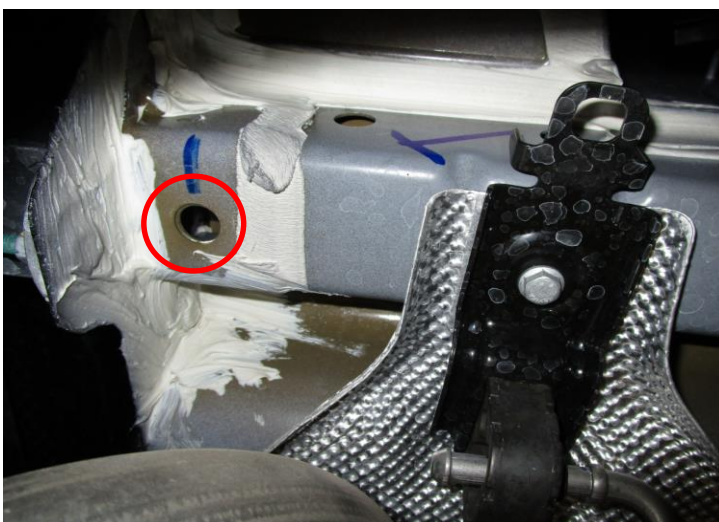

Figura 6
4. **Recortar el panel inferior (solo en el modelo Trailhawk 2018):** Usar la rectificadora de matrices el panel inferior, como se muestra en la **Figura 6**.
4. Recortar el panel inferior (solo en el modelo Trailhawk 2018): Usar la rectificadora de matrices el panel inferior, como se muestra en la **Figura 6**.